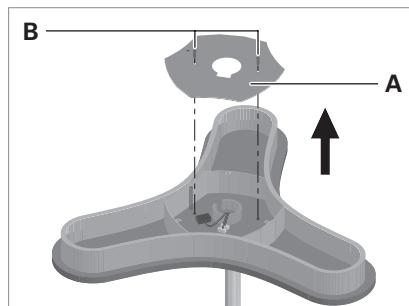

Fig. 15: Démonter le recouvrement de la tête du luminaire.
- ▶ Devissez les vis **B** du recouvrement **A** et enlevez le recouvrement, voir Fig. 15.